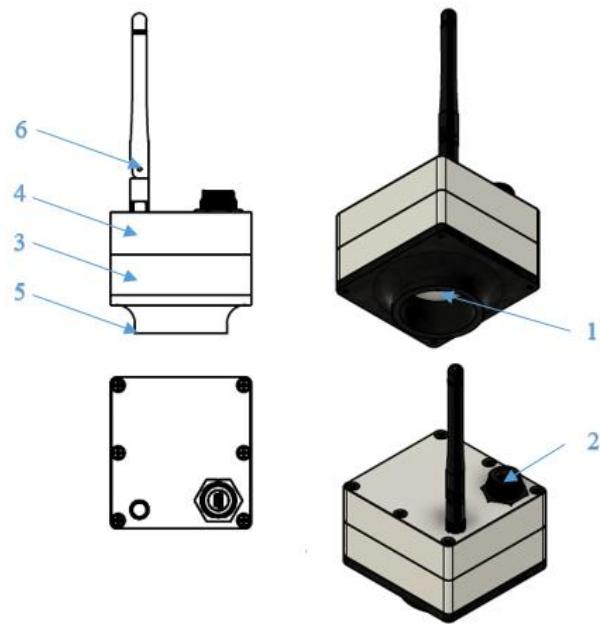

Рисунок 6. РГТ-ЛС-03,04: 1 - разъем для подключения ИТМ (если предусмотрено),
3.2.5. Для исполнений РГТ-ЛС-Х3, Х4 смонтировать антенну (Рисунок 6,7 – п.6).